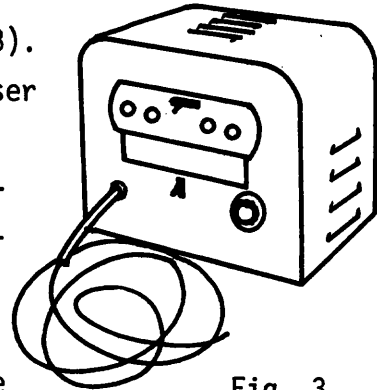

Fig. 3
- 2) Transformador de alta frecuencia (fig.3).